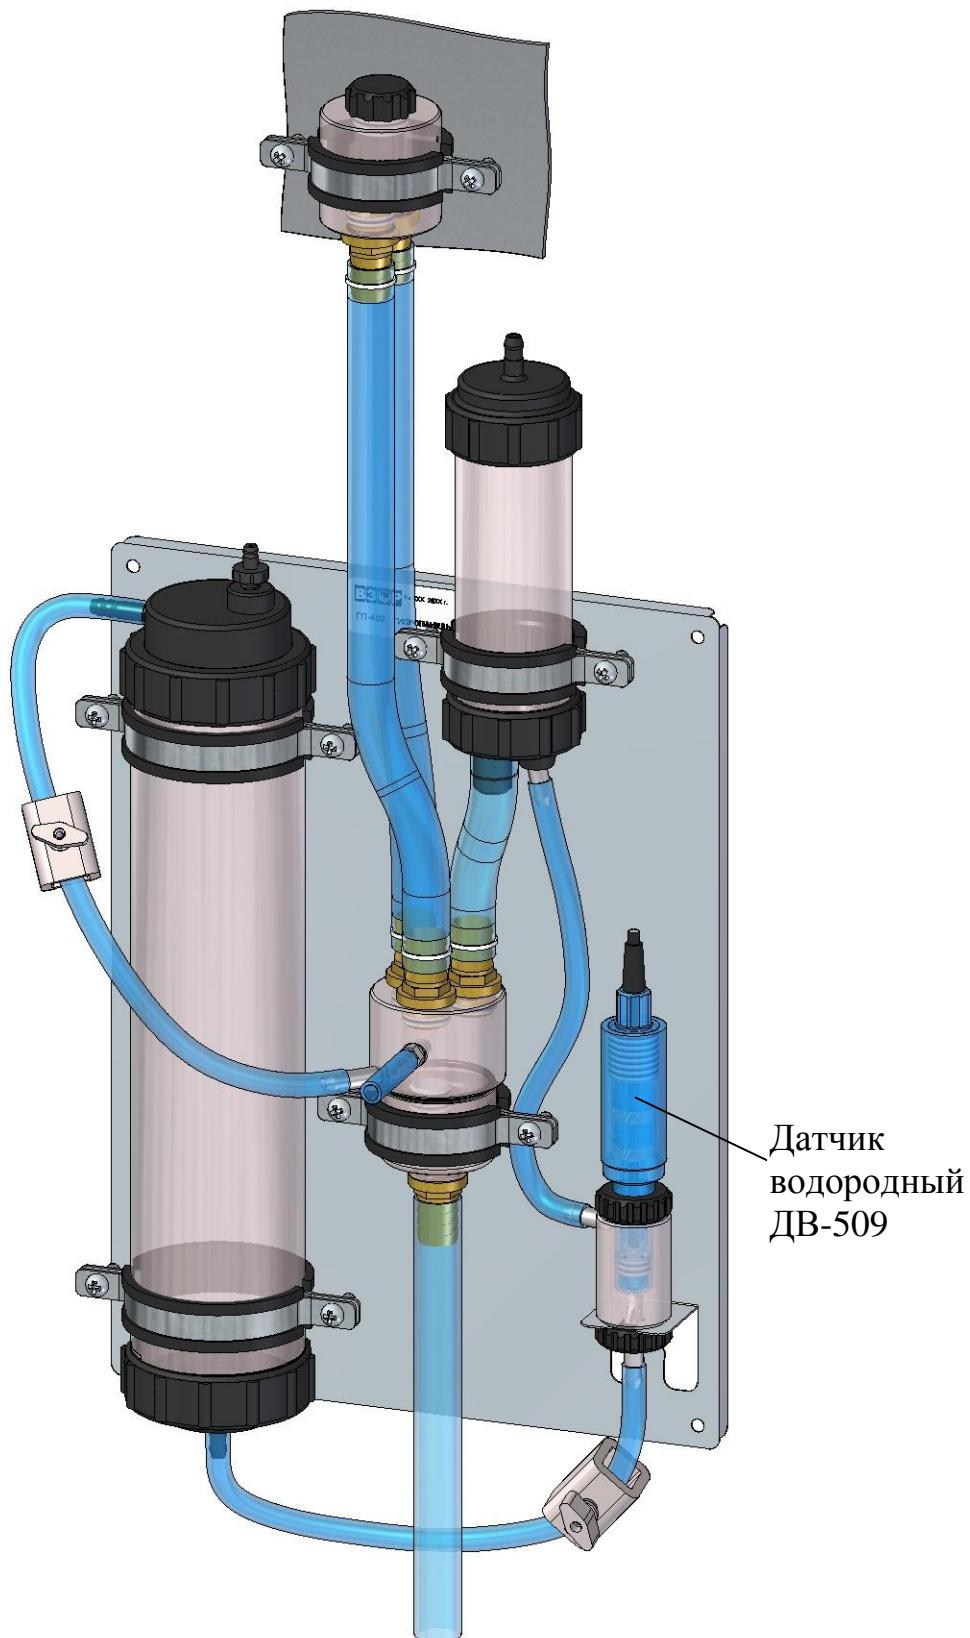

Рисунок 2.10 – Гидропанель ГП-409 с установленным
– от 0,08 до 5,00 дм³/мин датчик установить в соответствии с руководством по эксплуатации на гидропанель ГП-409 ВР37.04.100РЭ (рисунок 2.10) либо на гидропанель ГП-409С ВР37.62.000РЭ.